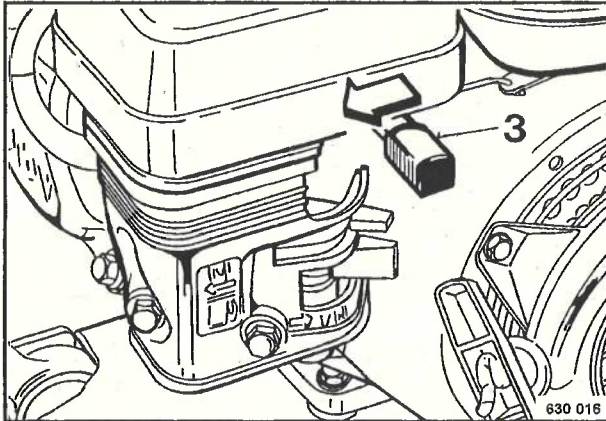

Fig. 1
- Colocar la palanca de aceleración 3 (Fig. 1) en dirección de la flecha en posición de plena carga. La placa de vibración trabaja con la frecuencia mas alta.